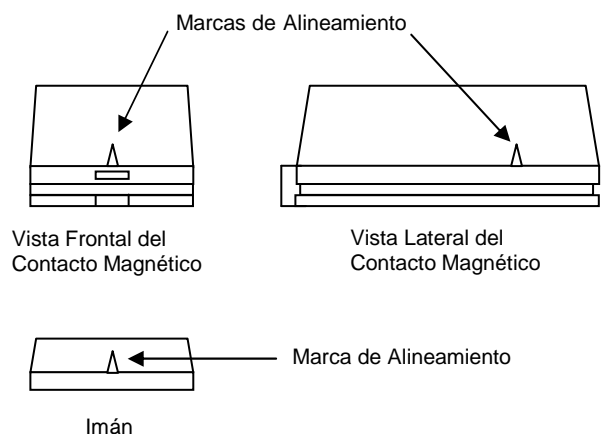

Figura 13
1. Decida si montará el contacto magnético en posición vertical o en posición horizontal. Tenga en cuenta la posición de las marcas de alineamiento tanto del contacto magnético como del imán (figura 13).